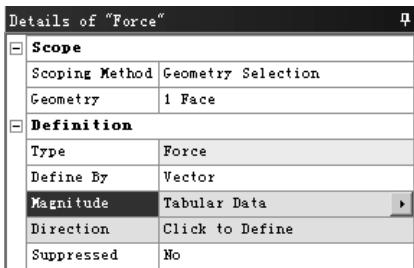

图 4.2.16 “Details of ‘Force’” 对话框 (二)
- Tabular (Time) 选项：选中该选项，用于定义一个表格类型载荷，此时的对话框如图 4.2.16 所示，在图 4.2.17 所示的 Tabular Data 数据表（一）中定义表格数据。